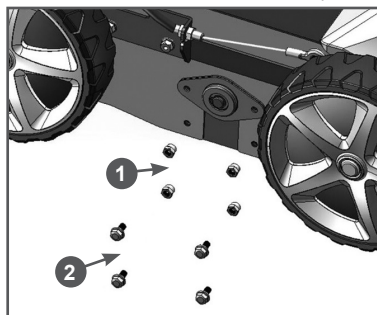

Рис. 26. Крепление опоры рабочего валика
- Открутите гайки 1 крепления опоры рабочего валика к корпусу скарификатора и извлеките болты 2 (Рис. 26).